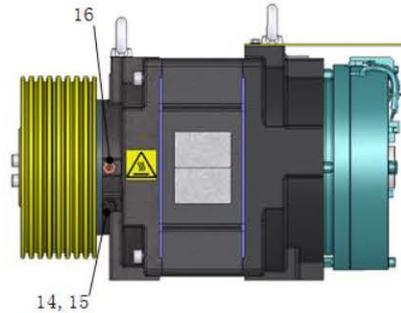

图 8-1 排脂孔螺塞、垫片及油杯位置示意
PML145 额定载荷为 450kg 的曳引机, 采用全寿命周期润滑的密封轴承, 无须添加润滑脂; 额定载荷 630~1000kg 的曳引机, 近曳引轮侧轴承须定期注油脂润滑。排脂孔螺塞 14、垫片 15 及油杯 16 位置示意图见图 8-1 (拆除曳引轮防护罩)。
- 3) 将油杯 16（图 8-1）擦拭干净。
- 4) 拆下排脂孔螺塞 14 和垫片 15（图 8-1）。